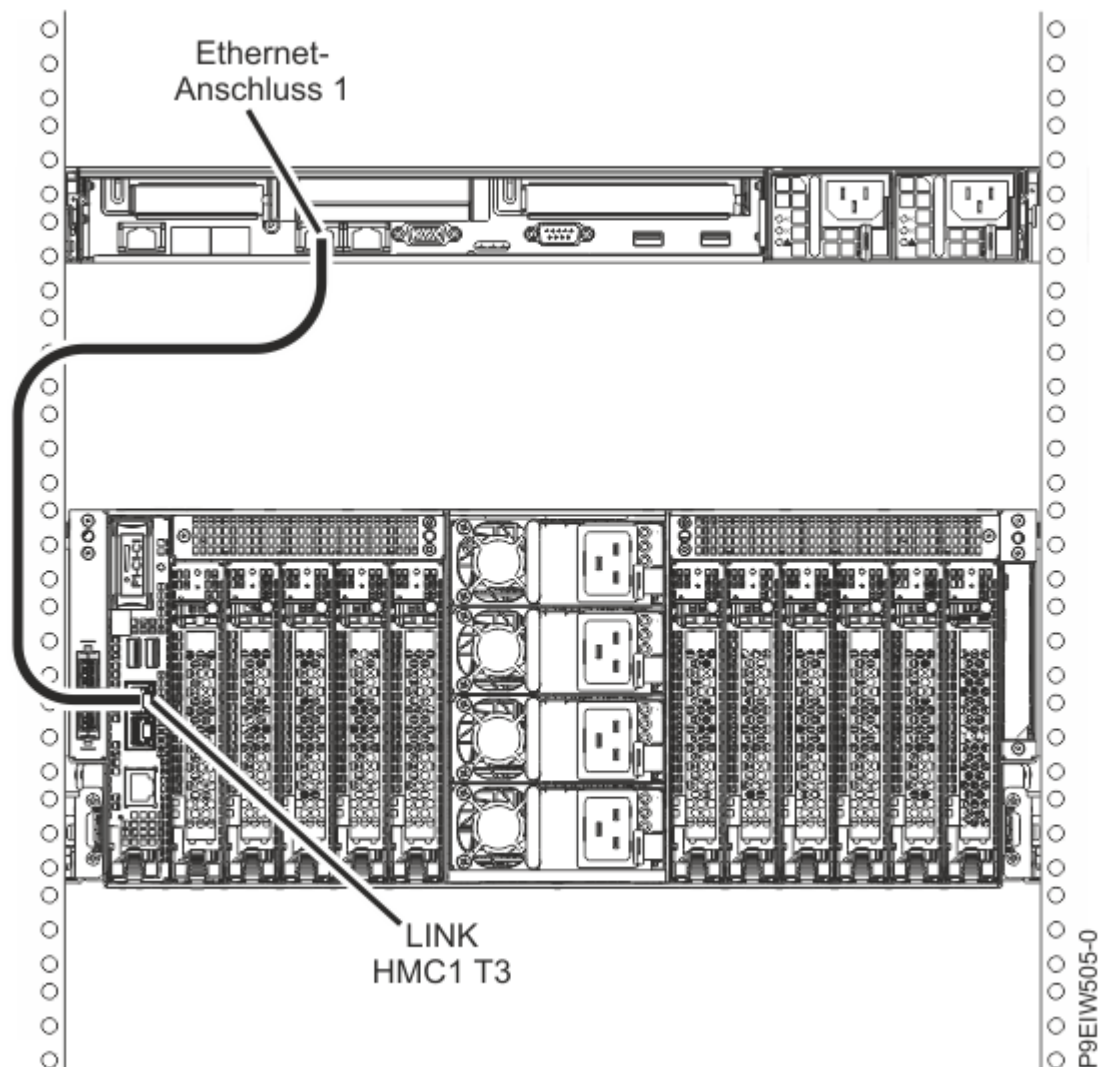

Abbildung 33. HMC direkt an das verwaltete System anschließen
1. Wenn Sie die HMC direkt an das verwaltete System anschließen möchten, schließen Sie den **Ethernet-Anschluss 1** der HMC direkt an den Anschluss **HMC1 (T3)** des verwalteten Systems an (siehe Abbildung 33 auf Seite 38).